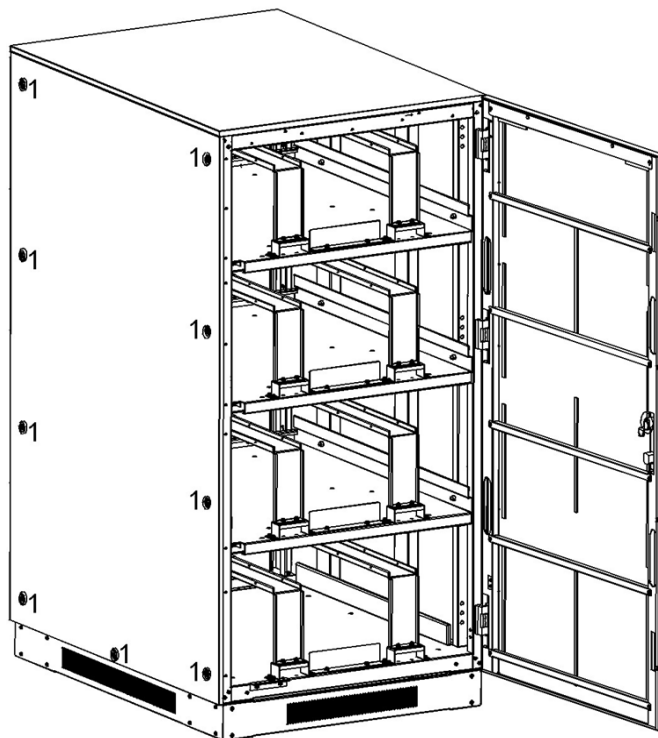

Figure 5-28A
1. Retirer toutes les vis étiquetées 1 (Figures 5-28A et 5-28B).